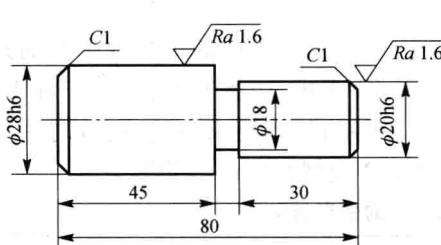

图 1-7 零件图
(2) 如图 1-7 所示的零件材料为 45 热轧圆钢, 工件的硬度要求为 40~45 HRC, 在老师的指导协助下试确定其成批生产的工艺过程。